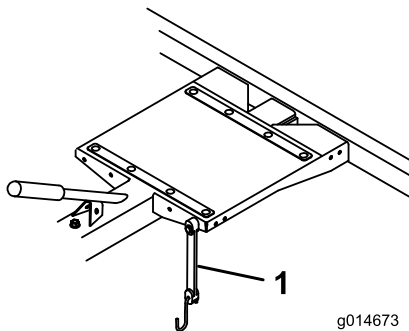

Figura 15
4. Durante el transporte, utilice la correa elástica para sujetar el cortacésped de greens al remolque (Figura 15). Puede enganchar la correa elástica en diferentes taladros de montaje para adaptarse a diferentes cortacéspedes.